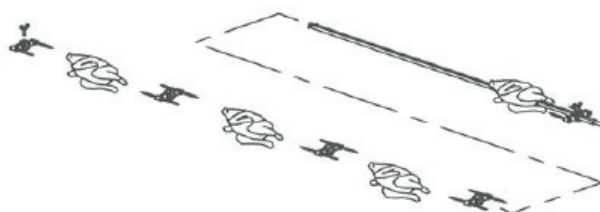

Рис. 4
- Нанизывать кур следует, как показано на рис.4